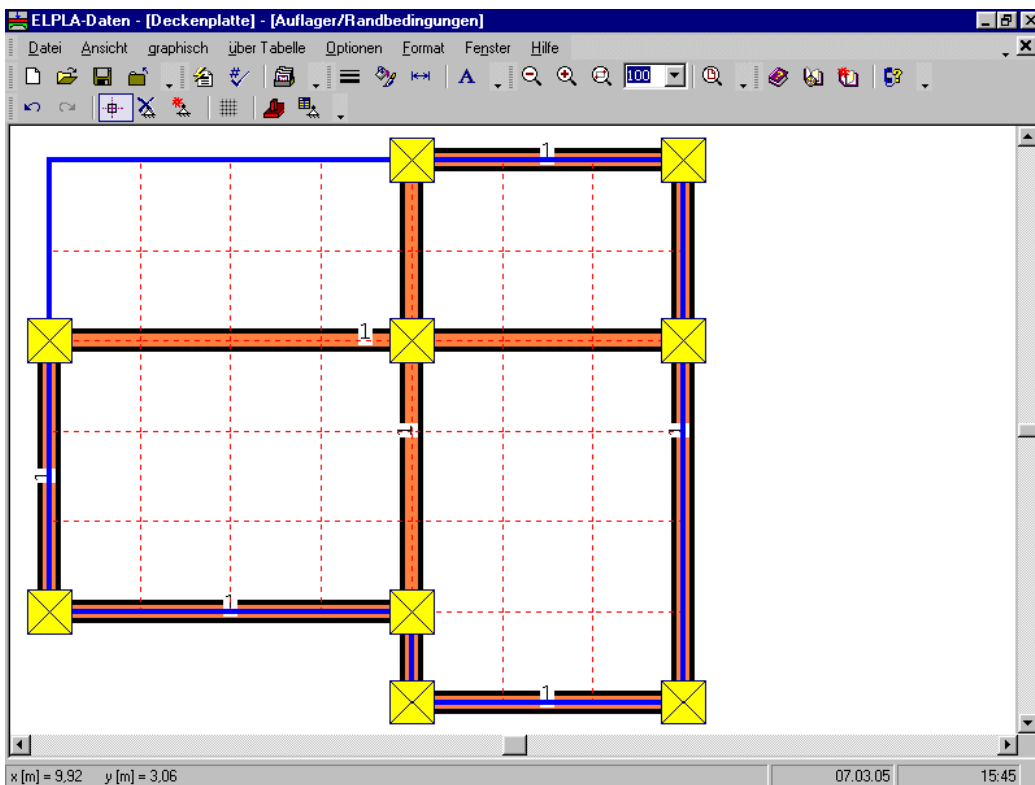

Bild 2-26 9 Auflager auf dem Bildschirm
Nach der Definition der Auflager sollte der Bildschirm wie das folgende Bild 2-26 aussehen.
- Wählen Sie den Befehl "Auflager/ Randbedingungen speichern" aus dem "Datei"-Menü im Bild 2-26, um die Daten der Auflager zu speichern
- Wählen Sie "Auflager/ Randbedingungen schließen" aus dem Menü "Datei" im Bild 2-26, um das eingebettete Programm "Auflager/ Randbedingungen" zu schließen und zum Hauptfenster des Programms *ELPLA-Daten* zurückzukehren